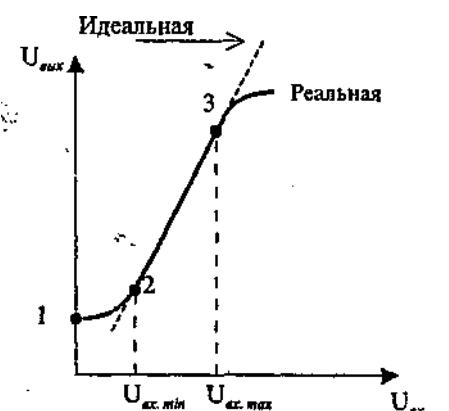

Рис.2
**Амплитудная характеристика** - это зависимость амплитуды выходного напряжения от амплитуды входного напряжения (рис. 2)